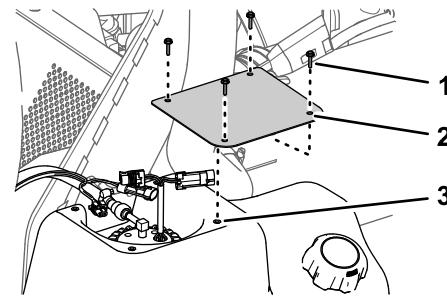

Figura 89
1. Monte la tapa en el depósito (Figura 89) con los 4 tornillos (N.º 10 x 3/4") que retiró en el paso 2 de Retirada de la tapa de la bomba de combustible (página 69).